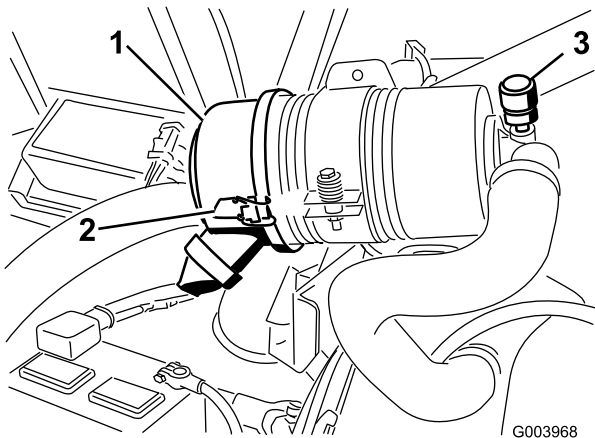

Figura 61
Faça a manutenção ao filtro de ar apenas quando o indicador de manutenção (Figura 61) o exigir. Mudar o filtro de ar antes de ser necessário apenas aumenta a possibilidade de entrar sujeira no motor quando se retira o filtro.
1. Liberte os trincos que fixam a cobertura do filtro de ar ao respectivo corpo (Figura 61).